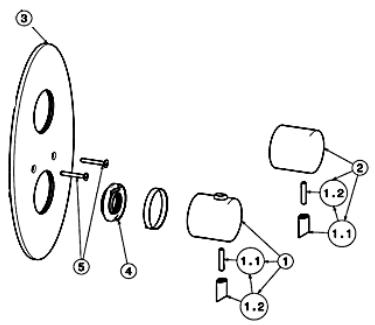

Rys.3
- Należy zamontować zewnętrzne części w kolejności, podanej na rysunku (rys. 3).